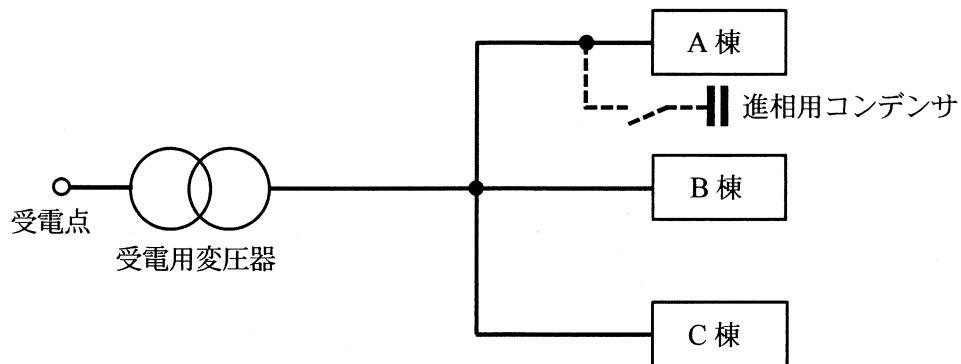

図1
(3) 図1に示すような配電系統で、A棟、B棟及びC棟の3棟に電力が供給されている工場がある。